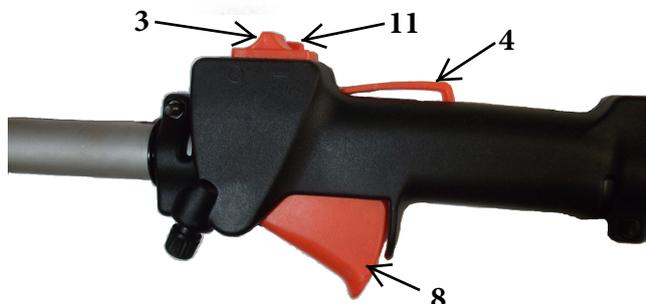
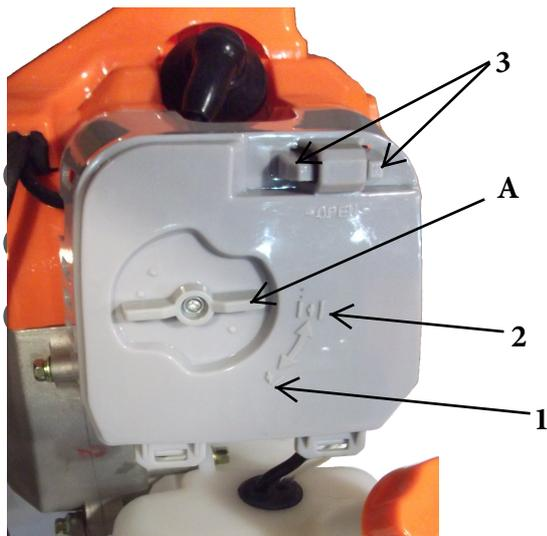
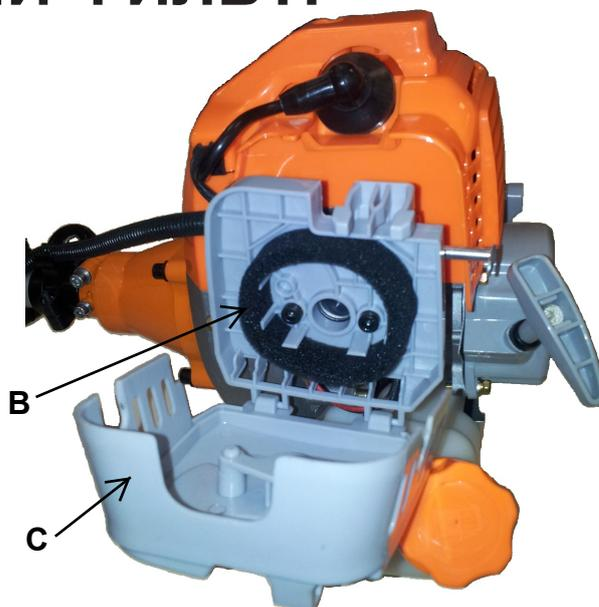

Рис.7
Рис.8
Рис.10
1. Установите выключатель (3) в положение «I» (сдвиньте к себе до упора) Рис.7. Нажмите одновременно на стопорный рычаг (4) и курок газа (8). Зафиксируйте курок газа в нажатом состоянии кнопкой (11) Рис.7.
2. Установите рычаг воздушной заслонки (A) в нижнее положение(1) (Рис.8)
5. После первого хлопка переведите рычаг воздушной заслонки в верхнее положение (2) Рис.8 . Не забывая выбирать свободный ход шнура стартера, сильно, но плавно потяните за рукоятку стартера 1-2 раза. Двигатель должен запуститься.
6. После запуска переведите курок газа в режим холостого хода. Для этого нажмите и отпустите курок газа (8) Рис.7 и прогрейте двигатель в течение 10 секунд (рычаг воздушной заслонки при этом находится в положении 2) Рис.8 .
1. Заслонку при запуске установить в положение(2) Рис.8 . Выключатель (3) в положение "I" (Рис.7)
При аварийной ситуации необходимо немедленно выключить двигатель. Для этого переведите выключатель (3) в положение «Стоп» Рис.7
1. Нажмите обе защелки 3 (Рис.8) в направлении друг к другу. Снимите крышку **С** (Рис. 10)
2. Снимите воздушный фильтр **В** (Рис. 10)